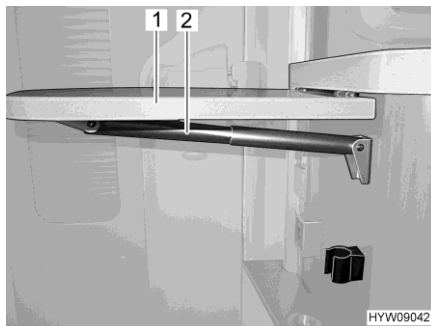

Bild 83 Klappbord till köksbänk
- Ta tag i klappbordet till köksbänk (Bild 83,1) undertill och dra det lätt ur spärrläget.
- Fäll upp bordsskivan tills teleskopfästets (Bild 83,2) fixering aktiveras. Släpp bordsskivan.